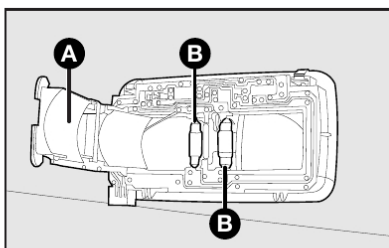

fig. 41
- 4) retirar a lâmpada queimada **B-fig. 41** e substituí-la;